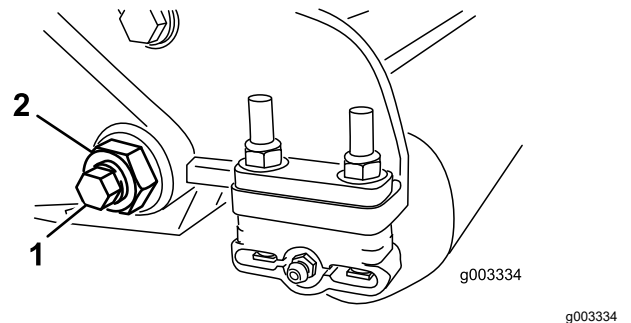

図 29
3. ベッドバーボルト 図 29 を固定しているロックナット機体両側をゆるめる。
4. 各ベッドバーボルトを抜いて、ベッドバーを下に引き抜いて外す 図 29。